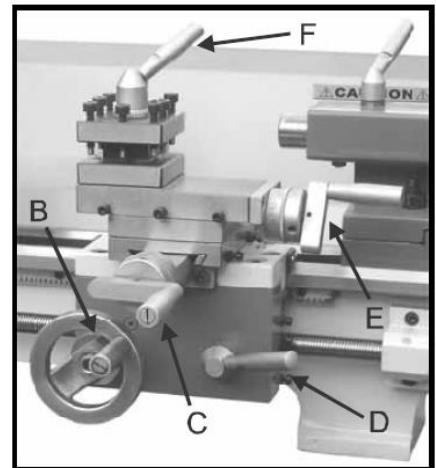

Рис. 11
5. Маховик продольного перемещения (B, Рис. 11)
6. Рычаг поперечной подачи (C, Рис. 11)
7. Рычаг зацепления полугайки (D, Рис. 11)
8. Рычаг поперечного перемещения верхнего суппорта (E, Рис. 11)
9. Зажимной рычаг держателя инструмента (F, Рис. 11)